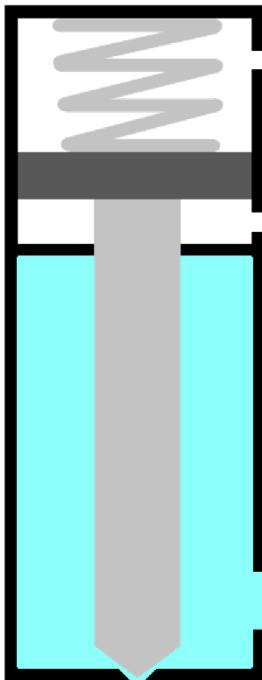
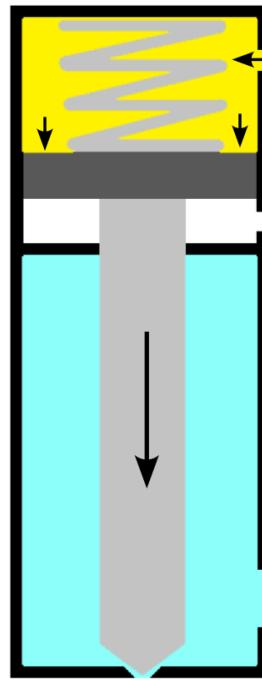
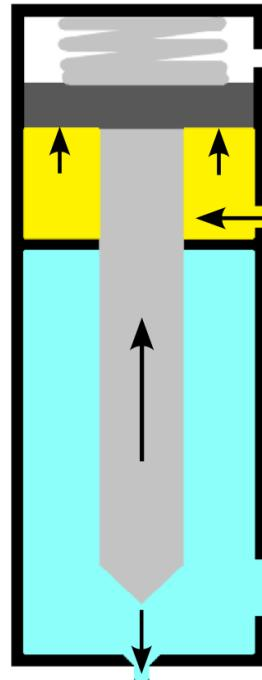

Abbildung 03 – Ruhephase
Abbildung 04 – Ruhephase
Abbildung 05 – Dosierphase einfach- und
Das Ventil kann in zwei Modi arbeiten, nämlich einfach- und doppeltwirkend. Im Fall des einfachwirkenden Betriebs hält die Feder das Ventil geschlossen, daher muss der Flüssigkeitsdruck unter dem von der Feder erzeugten Druck liegen, um das Ventil geschlossen zu halten (Abbildung 03). Die Flüssigkeit befindet sich in der pneumatischen Kammer, die durch die von der Feder gedrückte Nadel verschlossen ist. Wenn am Öffnungseingang ein pneumatischer Druck ausgeübt wird, hebt sich der Kolben und folglich auch die Nadel, wodurch die Flüssigkeit bis zur Düse fließen kann (Abbildung 05). Bei doppeltwirkendem Betrieb ist die Arbeitsweise ähnlich wie bei einfachwirkendem Betrieb, nur dass neben der Feder, die das Ventil geschlossen hält, ein pneumatischer Druck vom Schließeingang des Ventils vorhanden ist (Abbildung 04). Dies ist erforderlich, wenn mit Flüssigkeitsdrücken gearbeitet werden muss, die höher sind als der von der Feder ausgeübte Druck.
- Die Flüssigkeit steht in der Flüssigkeitskammer unter Druck; im Fall des einfachwirkenden Betriebs nur mit der Feder, die den Flüssigkeitsaustritt schließt (Abbildung 03), im Fall des doppeltwirkenden Betriebs auch mit pneumatischem Druck (Abbildung 04);
- Die Nadel hebt sich und ermöglicht das Austreten der Flüssigkeit (Abbildung 05);